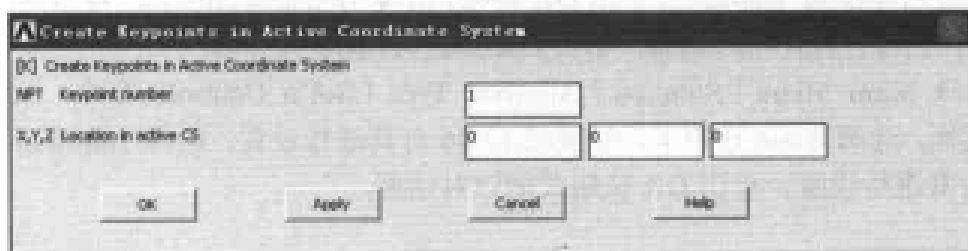

图 10-44 生成关键点对话框
(1) 选择 Main Menu | Preprocessor | Modeling | Create | Keypoints | In Active CS 命令, 出现 Create Keypoints in Active Coordinate System 对话框, 参照图 10-44 对其进行设置。